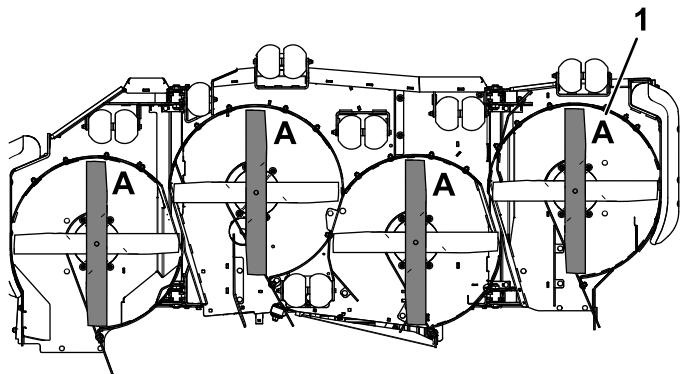

Figura 71
3. Gire las cuchillas hasta que los extremos estén orientados hacia adelante y hacia atrás (Figura 71).
4. Mida desde una superficie nivelada hasta el filo de corte, posición **A**, de las cuchillas (Figura 71).